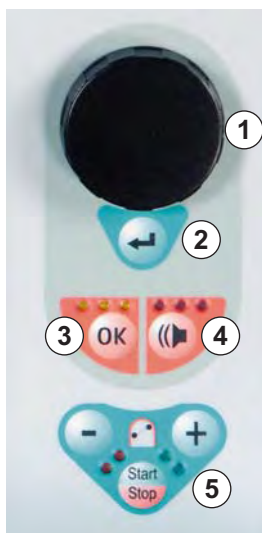

Рис. 2-8 Элементы управления на мониторе
При помощи **вращающейся ручки** (Рис. 2-8 , ①) курсор перемещается по экрану.